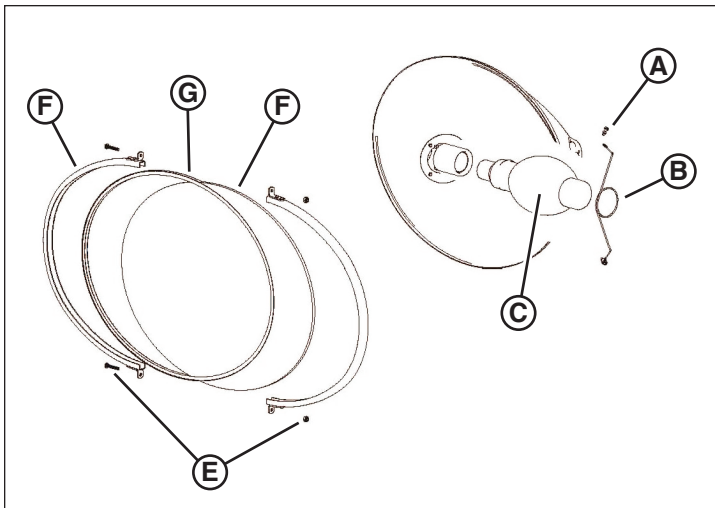

Figure 22
4. Desserrer les vis des canaux de lentille (E, Figure 22) pour pouvoir enlever le canal des lentilles (F).
5. Retirer le joint de silicone (G, Figure 22) et les lentilles (H).
6. Retirer les vis de pince de support (A, Figure 22) et les pince de support (B).
7. Délicatement, enlever l'ancienne lampe (C, Figure 22) et installer la bonne lampe de remplacement. Voir **Spécifications**.
8. Nettoyer le réflecteur (D, Figure 22) et les lentilles.